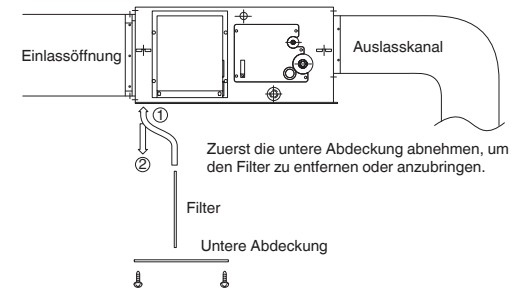

Abb. 3-50
- Wenn ein Kanal an der Einlassöffnung angeschlossen ist: Zuerst die untere Abdeckung abnehmen, dann den Filter in der Einheit anbringen. (Abb. 3-50)